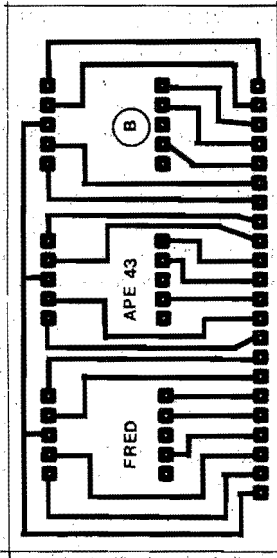

Fig.3
- **FIG. 3 - LAY OUT DO CIRCUITO IMPRESSO DA PLACA DOS DISPLAYS (B)** - Para que mecânica, elétrica e esteticamente o FRED ficasse bonito, prático, fácil de montar, simples de "encaixar" e confortável de usar, optamos pela implementação da montagem sobre duas placas, finalmente dispostas em "L"... Uma delas contém o circuito principal (placa A), e a outra contém apenas os **displays** (placa B). Na figura vemos o padrão de ilhas e pistas cobreadas apenas da placa B (dos **displays**). O desenho é simples (está em escala 1:1, tamanho natural, portanto...) e não deverá fazer ninguém "arrancar os cabelos" na sua confecção... O único ponto importante (além da conferência final, para ver se não restaram pequenas falhas ou "curtos"...) é respeitar rigorosamente as posições das ilhas, uma vez que os **displays** apresentam terminais muito curtos e pouco flexíveis (simplesmente não dá para "acochambar" as coisas, na hora da inserção, se tudo não estiver perfeito...). Observar a barra de 22 ilhas junto a uma das bordas maiores da plaquinha. Esse conjunto de contatos destina-se ao "interfaceamento" com a outra placa, via conjunto de pinos conectores em "L", conforme veremos mais adiante...